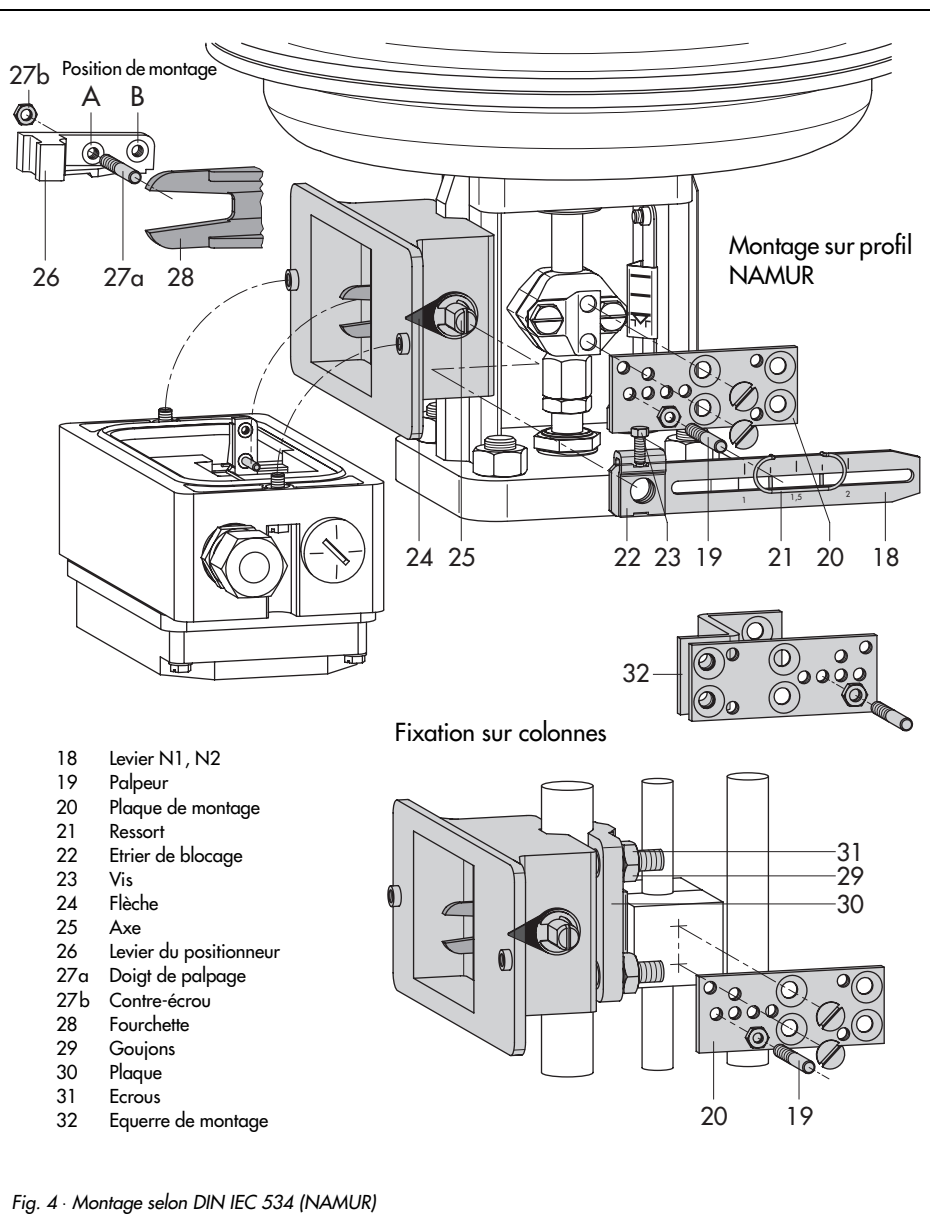

Fig. 4 · Montage selon DIN IEC 534 (NAMUR)
## 2.2 Montage selon DIN IEC 534 NAMUR (fig. 4)
Ce type de montage (voir fig. 4) a lieu à l'aide d'un boîtier d'adaptation. La course de l'organe de réglage transmise à la fourchette (28) de l'adaptateur par l'intermédiaire du levier (18) fixé sur l'axe (25) est transmise au doigt de palpation (27a) du levier du positionneur.